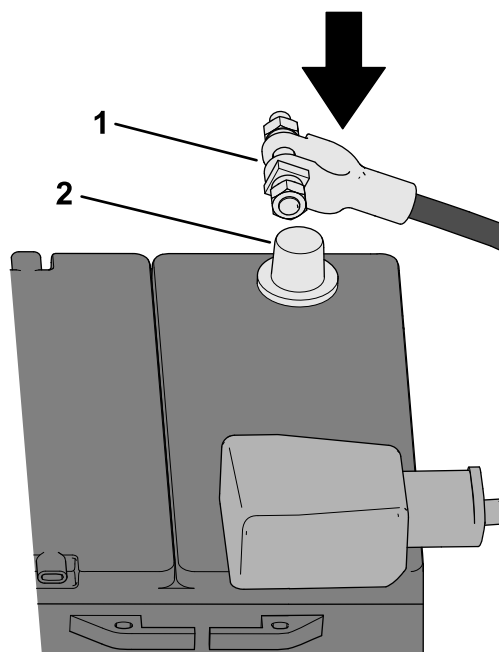

Figure 7
3. Branchez le câble négatif (-) de la batterie sur la borne de batterie (Figure 7).